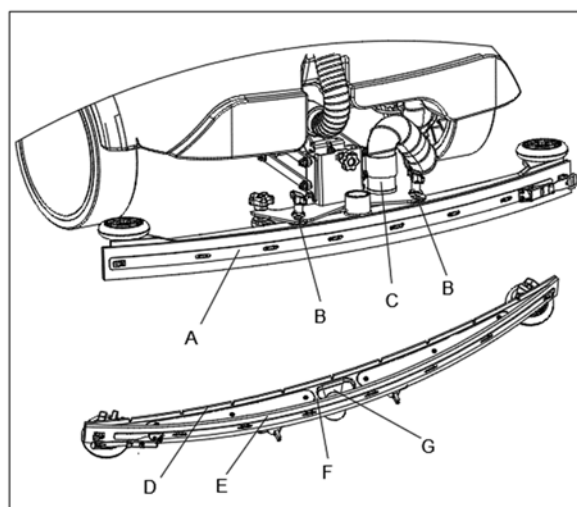

Figura 17
3. Afloje los dos reguladores (B figura 17) y quite la boquilla (A).
4. Desconecte el tubo de aspiración (C) de la boquilla.
5. Limpie el alojamiento de la boquilla de acero o aluminio (F figura 17). Limpie sobre todo los compartimentos (A) y el orificio (G). Compruebe que el labio delantero (D) y el trasero (E) estén en buenas condiciones, que no presenten cortes ni desgarros; de lo contrario, sustitúyalos (véase el procedimiento en el párrafo siguiente).